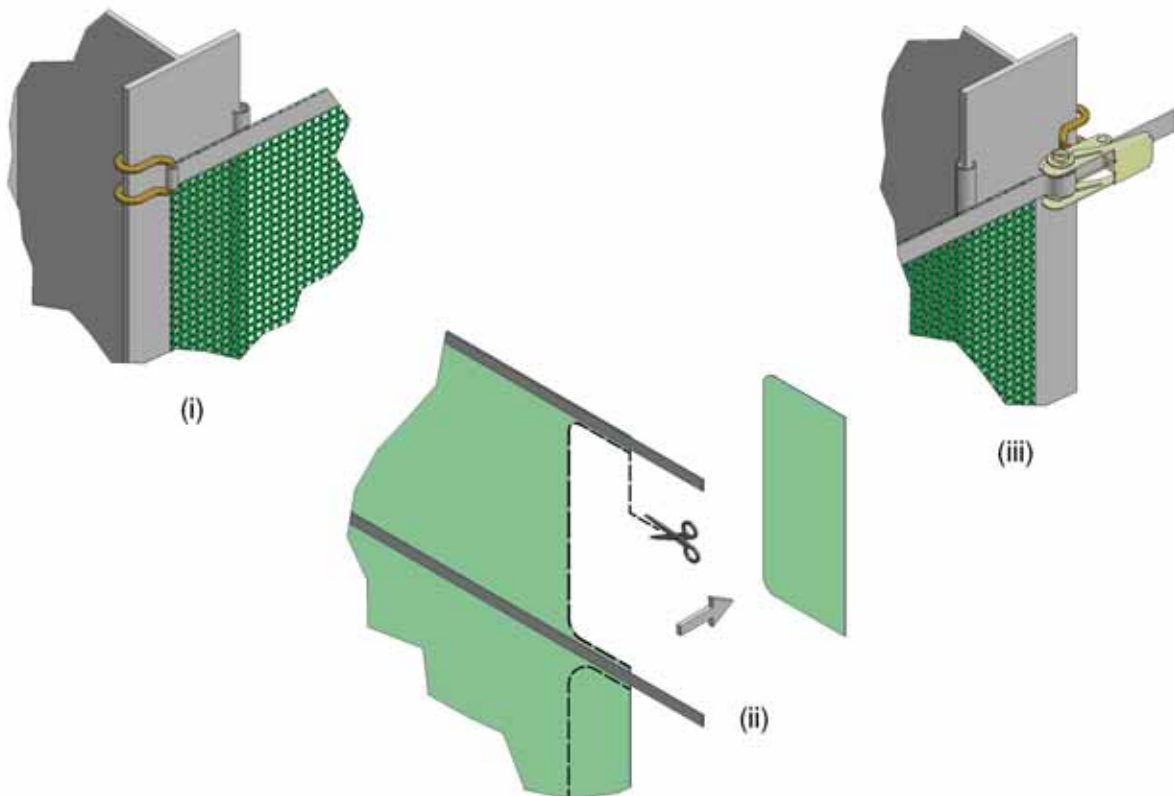
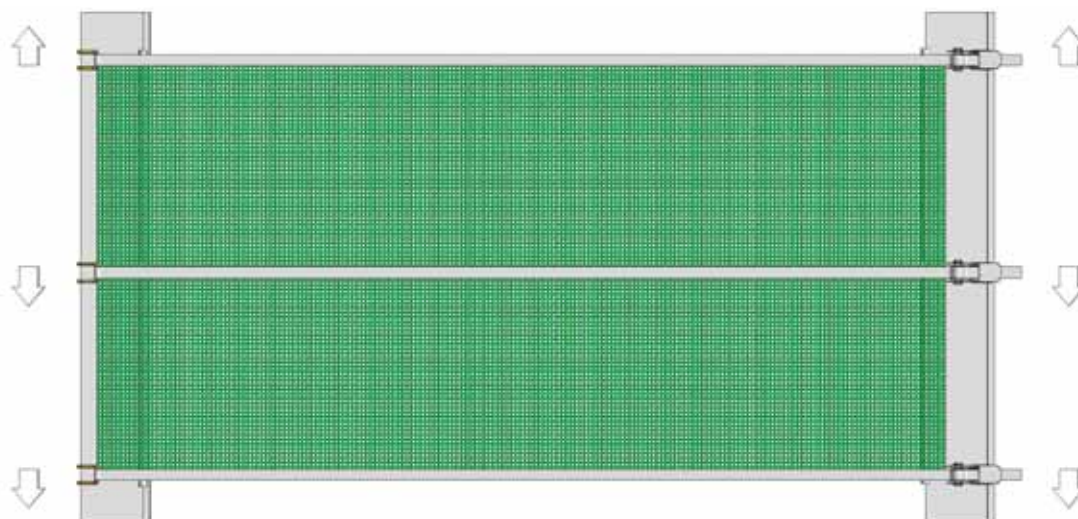

Figure 5, Adaptation de la bâche
Figure 7, Tension de l'écran
3. Fixez les crochets simples (C1 ou C2) dans les boucles de l'écran (A1) et attachez à la poutrelle H de gauche, Figure 5(i).
5. Au besoin, coupez l'écran à la longueur requise. Pour un meilleur résultat, utilisez un couteau ou des ciseaux aiguisés avec un bord tranchant pour enlever le tissu de part et d'autre de la courroie en s'assurant que tous les coins sont arrondis. Enlevez toujours le tissu superflu ; ne coupez pas simplement de part et d'autre de la courroie, ce qui produit un rabat lâche, Figure 5(ii).
7. Maintenez le cliquet en place sur la poutrelle H opposée. Enfilez la sangle supérieure à travers le cliquet, sans tendre l'écran à fond pour le moment, Figure 5(iii). Répétez cette étape pour tous les cliquets/sangles restants. Écartez tous les cliquets et crochets les uns des autres pour avoir une bonne tension sur les bords verticaux du Bayscreen (Figure 7).